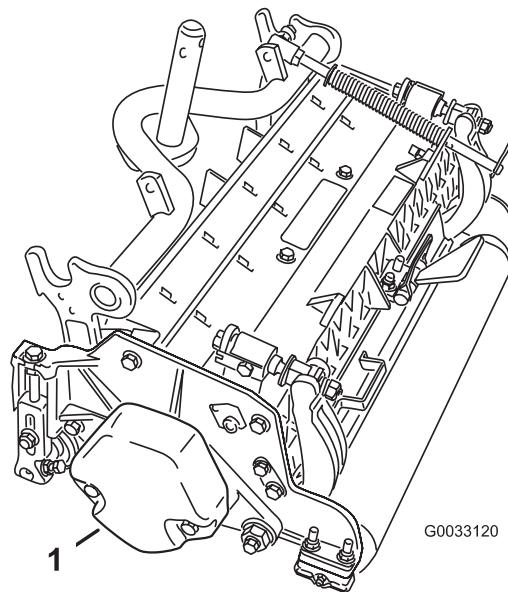

Figure 5
- Sur les plateaux de coupe N° 2 et 4, retirez les 2 vis de fixation du contrepoids à l'extrémité gauche du plateau de coupe. Déposez le contrepoids (Fig. 5).